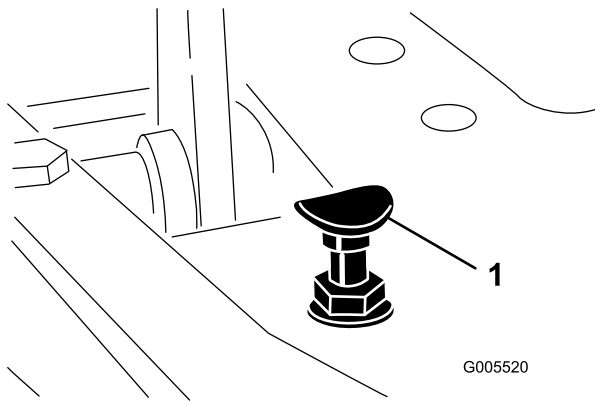

Figura 55
Para obter a velocidade máxima de transporte, engate a alavanca de controlo de função na posição de transporte e carregue para baixo no pedal de tracção. Se o pedal entrara em contacto com o batente (Figura 55) antes de se sentir tensão no cabo, é necessário efectuar um ajuste:
1. Ponha a alavanca de controlo de função na posição de transporte e liberte a porca de bloqueio que fixa o batente do pedal à placa inferior (Figura 55).